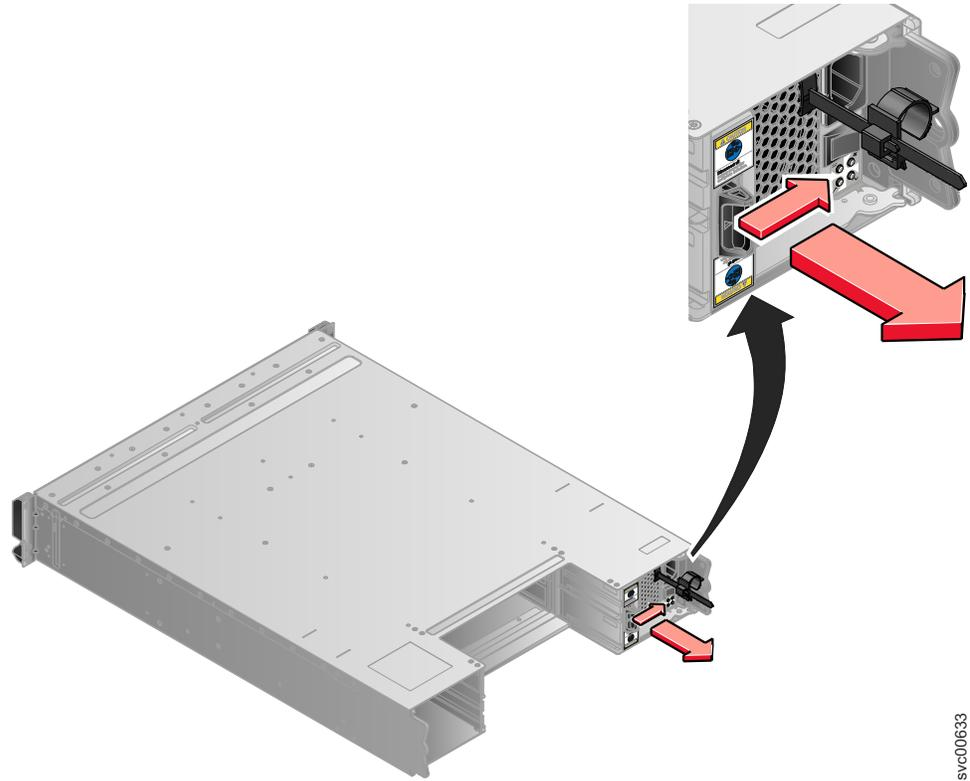

Figura 87. Direções para Levantar a Alça na Unidade da Fonte de Alimentação
- a. Solte a trava preta da lateral com o adesivo colorido conforme mostrado em Figura 87.